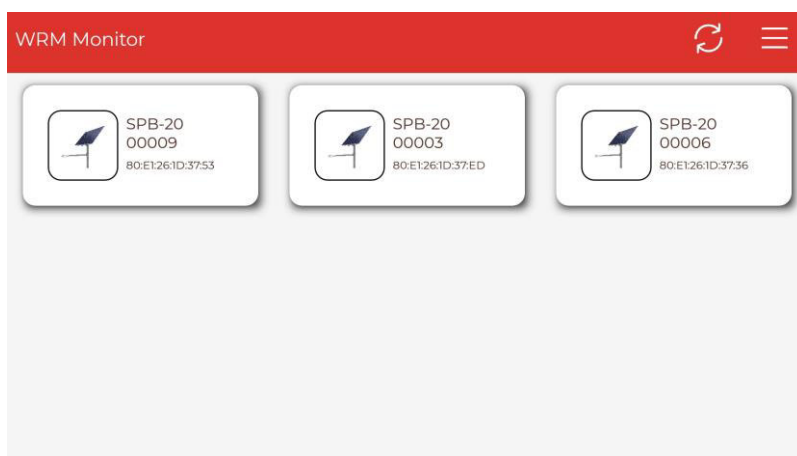

Fig.2 – Schermata lista dispositivi
Ciascun regolatore di carica SPB-20 è identificato attraverso un numero stampato sull'etichetta esterna al prodotto; all'apertura, l'app Western Monitor, visualizza tutti gli SPB-20 accesi nel raggio d'azione della connessione Bluetooth® (10 metri circa) del proprio smartphone *Fig.2*. Cliccare sopra l'icona del dispositivo al quale ci si vuole connettere.
- Devices List → Ricerca dispositivi - *Fig.2*